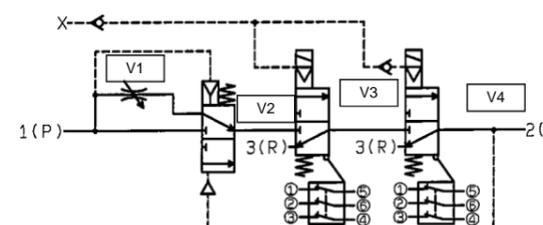
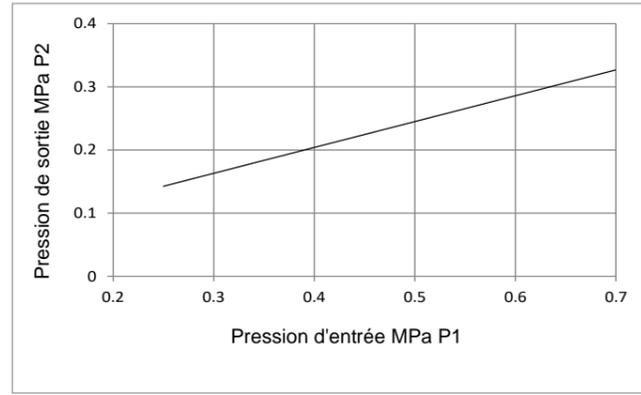

Figure 9. Pilote externe (variante de commutateur Rockwell affichée à titre de référence)
Figure 10. →Pression de commutation (Fermer Ouvrir) du distributeur à démarrage progressif V2
- Dans une application liée à la sécurité, le système de sécurité de la machine activera les vannes de sécurité (V3 et V4 dans la Figure 9) lorsque la machine pourra fonctionner sans problème. Lorsque les deux distributeurs sont activés, l'air circule dans le système protégé via l'orifice 2 (A). Le débit est initialement limité par la vanne à pointe V1 et la pression dans le système protégé restera faible à mesure que le système se remplira ou que les actionneurs se déplaceront lentement. La pression finira par augmenter lorsque le système sera plein ou que les actionneurs s'immobiliseront. Lorsque la pression de P2 augmente (voir figure 10), la vanne V2 commute et le distributeur V1 est court-circuité. Dans ces conditions, l'air circulera dans le système protégé selon les chiffres indiqués à la section 2.3.
- Lorsque l'une des vannes V3 ou V4 est désactivée, le système protégé est ventilé à l'atmosphère. Lorsque la pression du système protégé tombe en dessous de P2 (voir figure 10), le distributeur V2 revient à son état retour par ressort, V1 limitant le débit à V3 et V4.